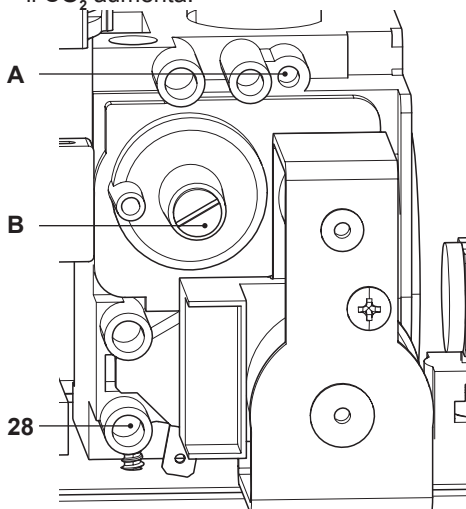

Figura 7.8
- A caldaia spenta (fuori servizio), controllare la pressione di alimentazione utilizzando la presa 28 in Figura 7.8 e confrontare il valore letto con quelli riportati nella tabella Pressioni di alimentazione gas nella sezione "Dati tecnici M275V.2024 SM" a pag. 24, "Dati tecnici M275V.2428 SM" pag. 28 e "Dati tecnici M275V.2832 SM" pag. 32.
- Richiudere bene la presa di pressione 28 in Figura 7.8.
- Per tarare il CO₂ della caldaia (pressione del gas al bruciatore) svitare completamente il tappo in ottone di protezione B e agire sulla vite a brugola Ø 4 mm sottostante Figura 7.8, girando in senso orario il CO₂ aumenta.
- Se i due dati non coincidono agire sulla vite regolazione massimo RQ (**A** in Figura 7.8) della valvola gas e tarare il **CO₂** allo stesso valore riportato nella sezione "Dati tecnici M275V.2024 SM" a pag. 24, "Dati tecnici M275V.2428 SM" pag. 28 e "Dati tecnici M275V.2832 SM" pag. 32. Girando in senso orario il **CO₂** diminuisce.